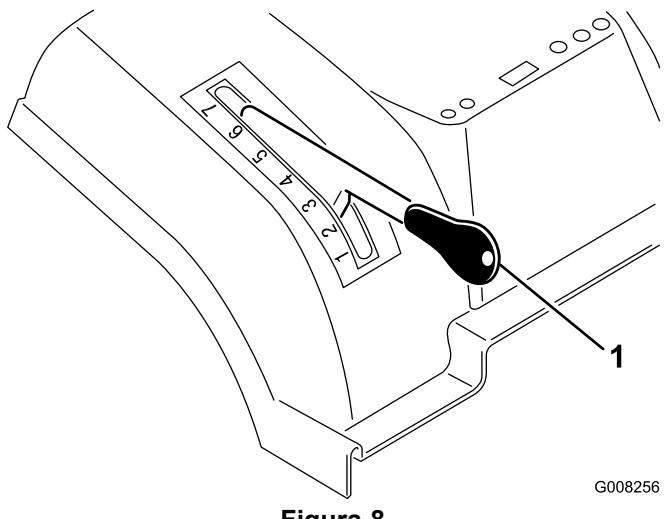

Figura 8
- Pulse y mantenga pulsado el botón de la palanca de ajuste de la altura de corte (Figura 8).